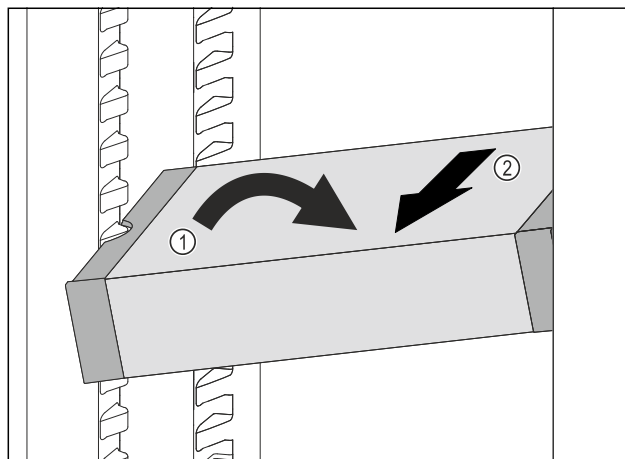

Fig. 83
- ▶ Stil VarioSafe på skrå ind i kølesektionen. Fig. 83 (1)
- ▶ Tag VarioSafe ud fremefter. Fig. 83 (2)